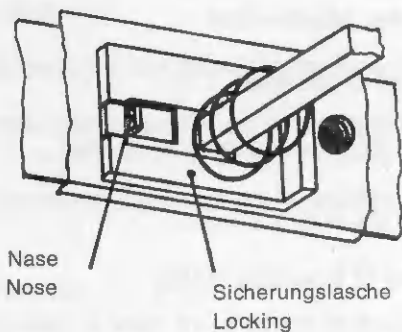

Fig. 2
- 5.3 Mit einer Spitzpinzette die Sicherungsglasche am Drucktastenschieber der Taste „K“ nach vorn aushaken (Fig. 2).
- 5.4 Durch leichten seitlichen Zug (ca. 1 mm) an der Nase des Sicherungsschiebers (Fig. 2) erfolgt die Entriegelung der 7 Tasten (Tasten festhalten!).
- 5.3 With a pair of tweezers release the locking at the rod of the pushbutton „K“, see fig. 2.
- 5.4 By pulling slightly sideways (approx. 0.04") at the nose of the securing slide (see fig. 2) disengagement of the 7 pushbuttons takes place (retain pushbuttons!).